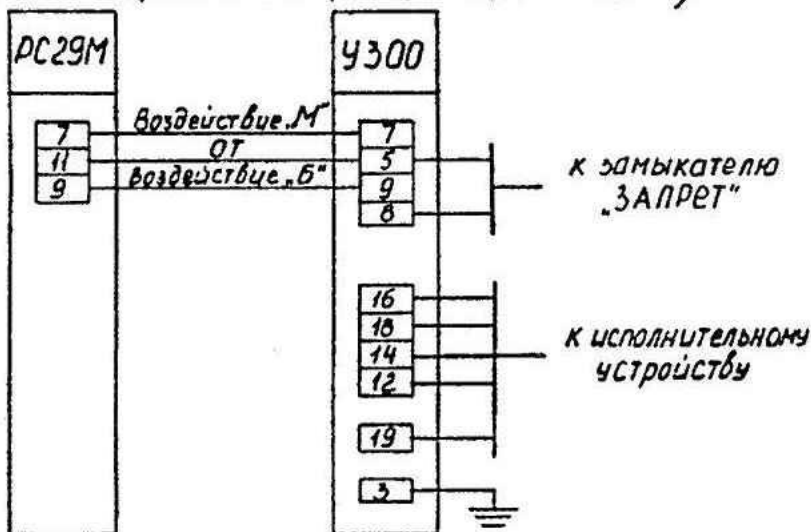

Рис. 4
4.1. В комплекте с регулирующими приборами МИНИТЕРМ 300 (рис. 3) и РС29М (рис. 4) усилители У 300 не нуждаются в промежуточных блоках управления. К регулирующим приборам, не имеющим встроенной станции управления, усилители У 300 должны подключаться через блок управления БУ 21 (рис. 5).
Для контроля работоспособности усилителей собрать схему проверки согласно одной из схем, показанных на рис. 4+6.